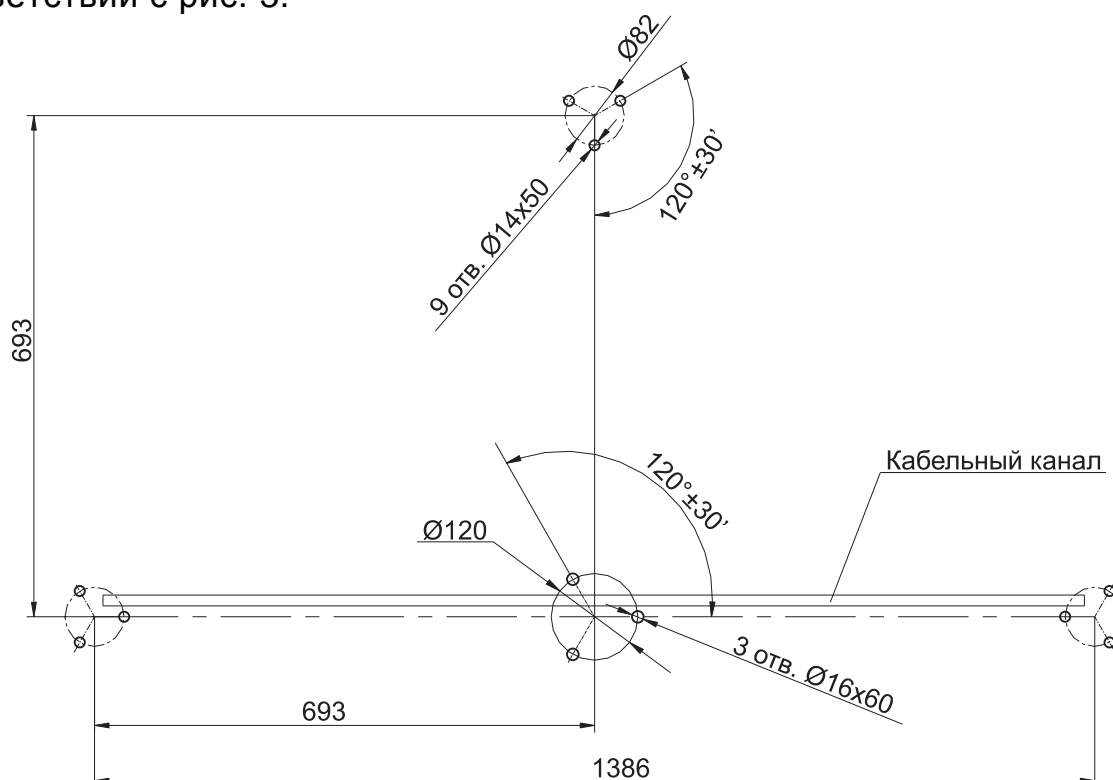

Рис. 3. Разметка для установки стоек формирователя прохода
- Разметку установочных отверстий следует производить в соответствии с рис. 3.
7.3.4. Выполните на полу разметку под стойки формирователя прохода в соответствии с рис. 3.